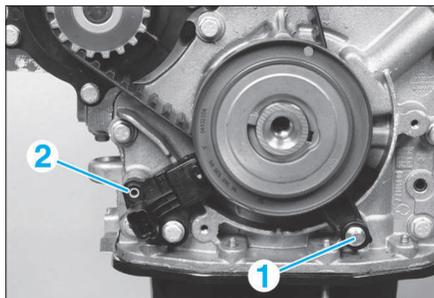
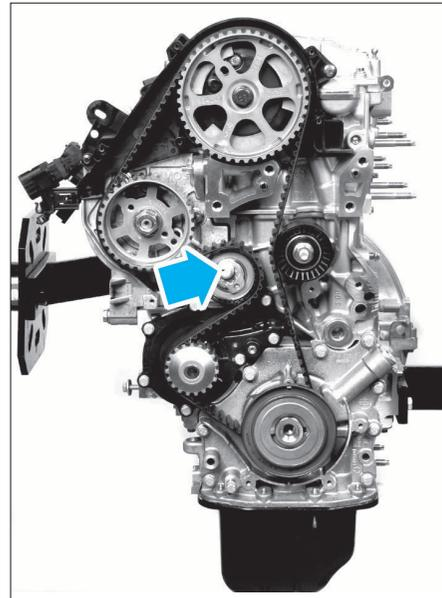

FIG. 8
FIG. 12
- le capteur de régime moteur (2) (Fig.8).
- Déposer la vis de l'équerre antidécalage (1).
- Desserrer la vis de fixation du galet tendeur (Fig.12) pour détendre la courroie.
- Serrer la vis de fixation du galet tendeur (Fig.12).
- l'équerre antidécalage (1) (Fig.8) et serrer à 0,5 daN.m
- le capteur de régime (2).
- Desserrer la vis du galet tendeur (Fig.12).